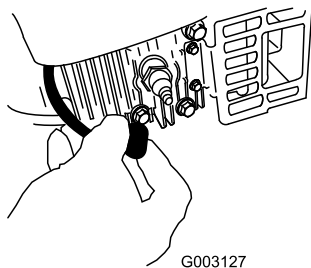

Figure 27
2. Débranchez la bougie (Figure 27) avant de procéder à un quelconque entretien.